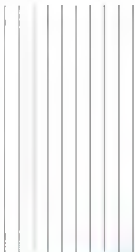

图 4.100 绘制垂直构造线
(1) 将【辅助】图层设置为当前层，打开【正交】功能并选择菜单栏中的【绘图】|【构造线】命令。
① 在 XLINE 指定点或 [水平(H)/垂直(V)/角度(A)/二等分(B)/偏移(O)]: 提示下，在绘图区域任意位置单击。
② 在**指定通过点**提示下,将光标垂直向下拖动,形成垂直线后单击。这样就绘出一条垂直构造线。
(2) 用**【阵列】**命令生成其他垂直构造线,参数设为1行、10列、列偏移距离300mm,结果如图4.100所示。